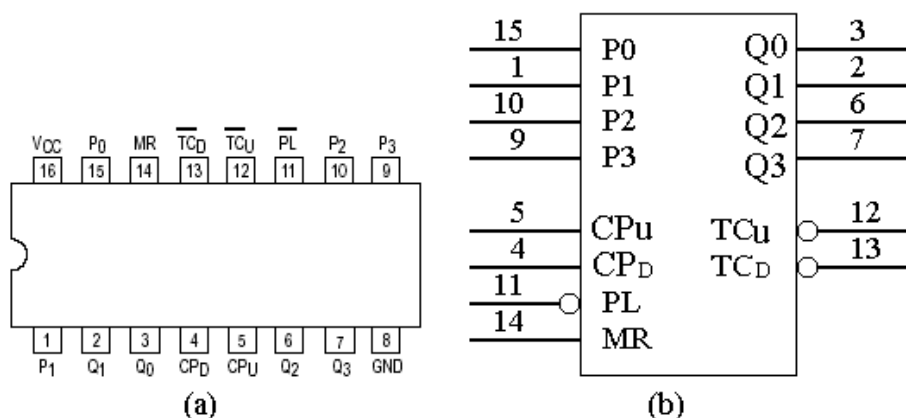

图 2 74LS192 的引脚排列及逻辑符号
1、74LS192 的引脚排列及逻辑符号如图 2 所示，图中：PL 为置数端，CP_U 为加计数端，CP_D